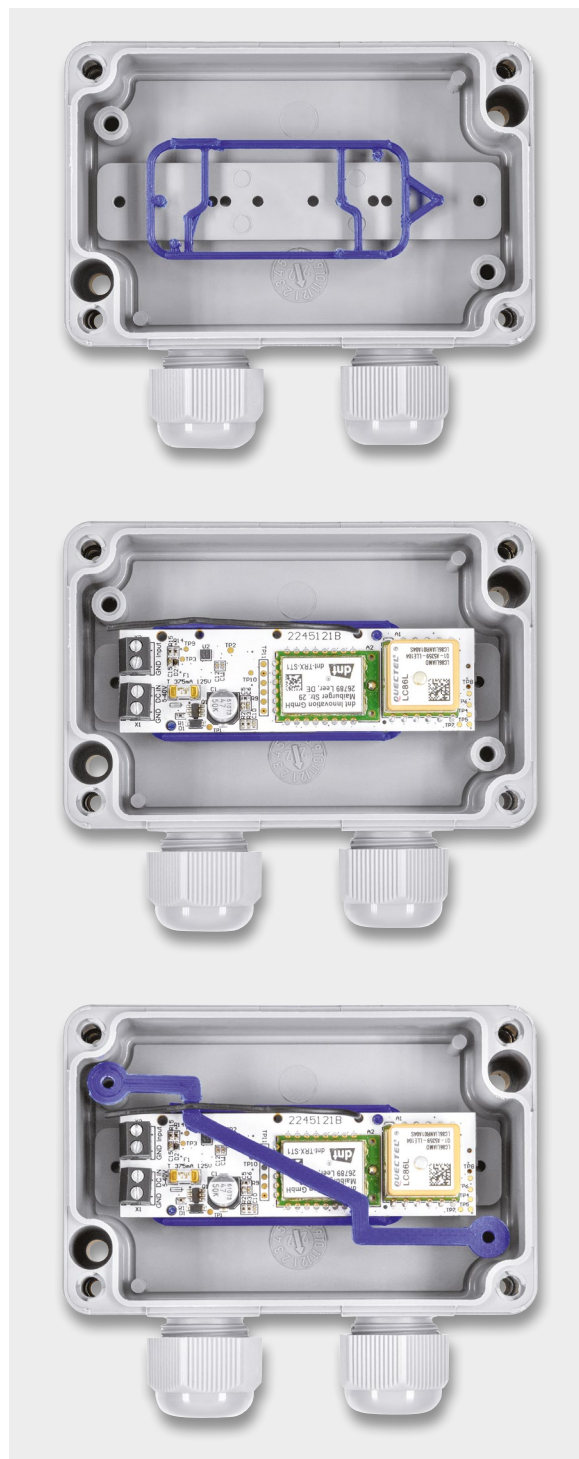

Bild 8: Einbau in ein Bopla-Gehäuse mithilfe der 3D-gedruckten Befestigungsteile
- ② Im Downloadbereich des ELV-LW-GPS1 [3] wird zusätzlich ein 3D-Druck-File zur Befestigung in einem Bopla-Gehäuse [9] bereitge-stellt. Der Einbau ist in Bild 8 zu sehen.